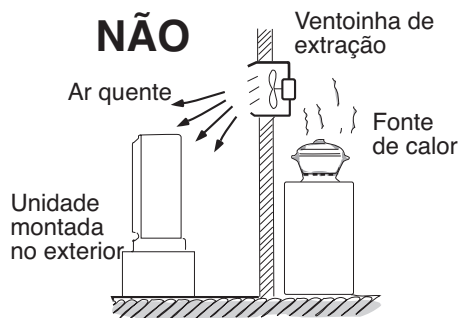

Fig. 5a
- Fontes de calor, ventoinhas de extração, etc. (Fig. 5a)